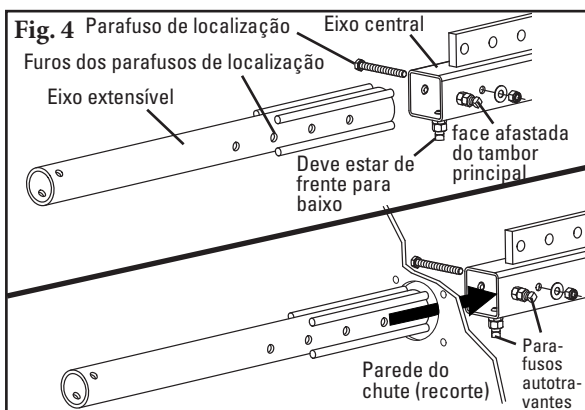

Fig. 4
4. **Monte os eixos extensíveis no eixo central.** Insira os eixos extensíveis nos furos do chute e para dentro do eixo central e certifique-se de que os furos de localização dos parafusos se alinhem com os furos do eixo central. Posicione o eixo central com as porcas soldadas e os parafusos autotravantes em um lado, de frente para baixo, no lado adjacente e com a face afastada do tambor principal (Fig. 4). Deixe os parafusos autotravantes soltos.